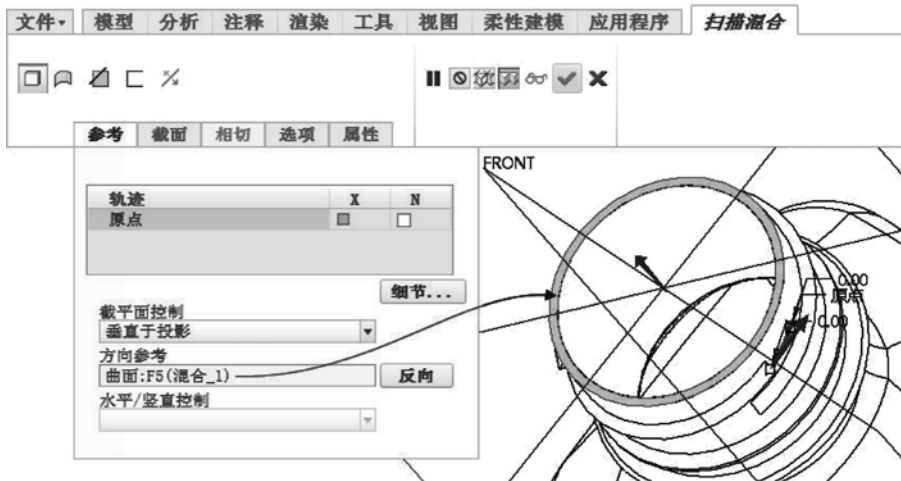

图 13-87 设置剖面控制方式及其方向参照
- 4 在“扫描混合”选项卡中打开“参考”面板，从“截面控制”下拉列表框中选择“垂直于投影”选项，接着选择瓶口顶面为垂直依据，方向向上，如图 13-87 所示。